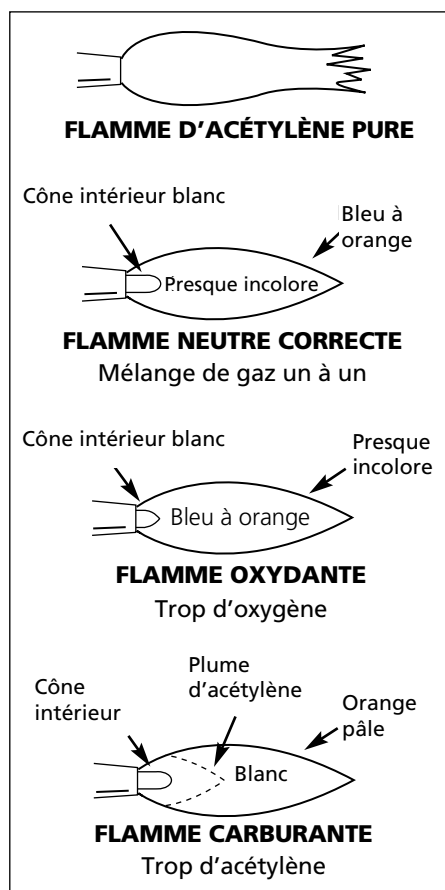

Figure 15 - Flammes Acétylène
- Ouvrir la soupape d'oxygène du chalumeau (pour l'accessoire de coupage, ouvrir la soupape de réchauffage) jusqu'à ce qu'une flamme neutre apparaisse (voir Figure 15).